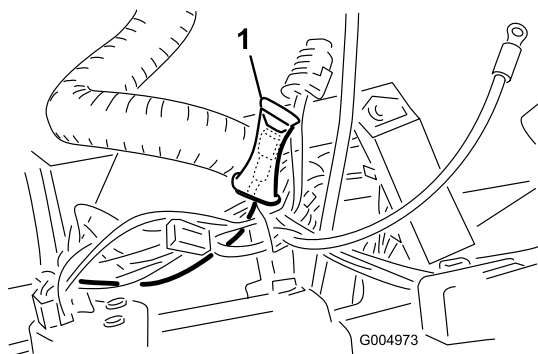

Figura 24
5. Dentro do painel de controlo, localize o fio rosa com o conector numa bolha de plástico (Figura 24).
8. Encaminhe a outra extremidade da cablagem por baixo do suporte de montagem da estrutura traseira na direção do lado esquerdo da máquina ao mesmo tempo que insere os cliques do fio nos orifícios na parte debaixo do suporte de montagem da estrutura traseira (Figura 24).